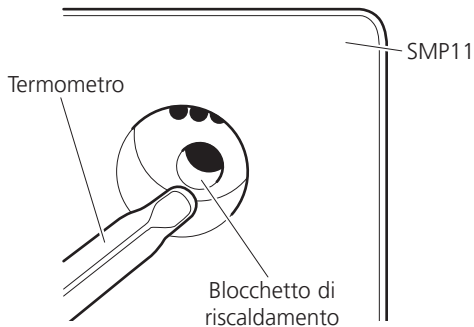

Fig 3
4. Inserire il bulbo del termometro ad alcool non tossico nel foro ricavato sul lato del blocchetto di riscaldamento (v. Fig. 3) e appoggiare l'altra estremità nella scanalatura sulla destra dell'apparecchio.